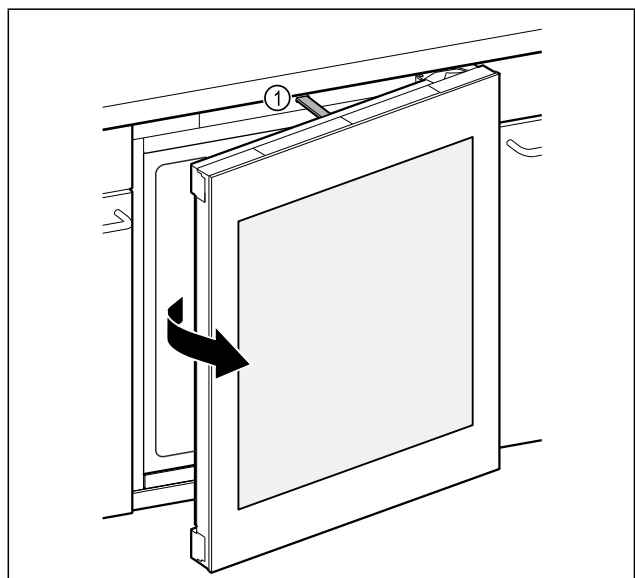

Fig. 92
- ▶ Schubstange Fig. 92 (1) öffnet Tür ungefähr 7 cm.